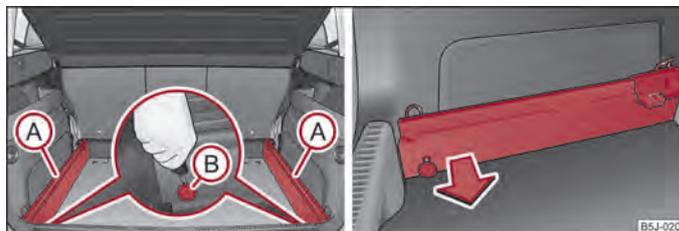

Fig. 50 Maletero: Aflojar los puntos de seguridad/retirar los carriles portantes
- Soltar el punto de retención (B) en las guías portantes por medio de la llave del vehículo o bien un destornillador plano ⇒ fig. 50.
- Coger la guía portante (A) ⇒ fig. 50, lado derecho y sacarla tirando de ella en sentido de la flecha. Proceda del mismo modo para desmontar la guía portante del otro lado del maletero.